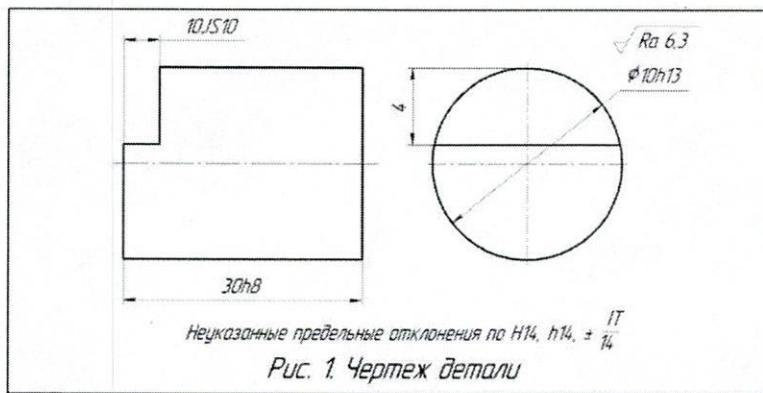

Рис. 1. Чертеж детали
- Чему должно быть равно усилие на штоке двухстороннего пневмоцилиндра ( $Q_{шт}$ ), чтобы обеспечить силу закрепление  $W=2$  кН (см. рис. 1). При расчете трением пренебречь. Усилие на штоке пневмоцилиндра ( $Q_{шт}$ ) равно: кН.
- Чему равен диаметр поршня ( $D_ц$ ) двухстороннего пневмоцилиндра (см. рис. 1), при усилии на штоке ( $Q_{шт}$ ) рассчитанном в п. 1. Давление воздуха принять равным 0,6 МПа. Коэффициент полезного действия пневмоцилиндра принять равным 0,7. Результат округлить до целого числа.